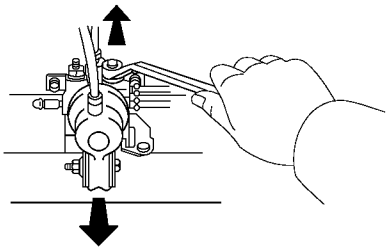

图 15-121 升高或降低阀体
- 2) 用 2 号夹头仍不能调整到规定压力时，则可升高或降低阀体，即低压降低，高压升高的方法进行调整，如图 15-121 所示。然后旋紧螺母。